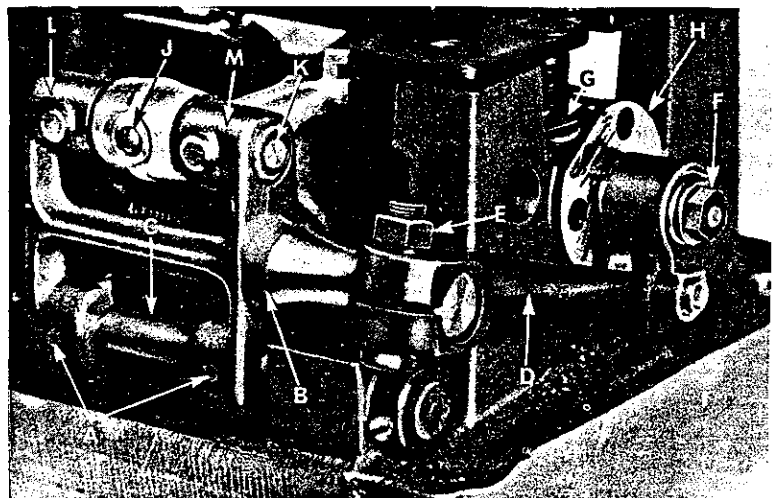

Fig. 10
En caso de que sea necesario mover el alimentador hacia la izquierda o hacia la derecha, afloje los tornillos (A, Fig. 10) que mantienen el balanceo del porta-alimentador No. 56335 G (B) en su barra No. 56335 (C), mueva el balanceo hacia adelante o hacia atrás, según sea necesario, y apriete de nuevo los tornillos. Asegúrese de que el brazo del balanceo (D) esté completamente libre durante un ciclo entero, girando el volante a mano. También asegúrese de que los dientes no rocen ni adelante, ni atrás y de que salgan por detrás del pie para alimentar la tela antes de que bajan.
Ajuste la puntada el largo requerido. Esto se hace de la siguiente manera: Afloje la tuerca de fijación  $1/2$  vuelta (F, Fig.10) (tiene una rosca izquierda)